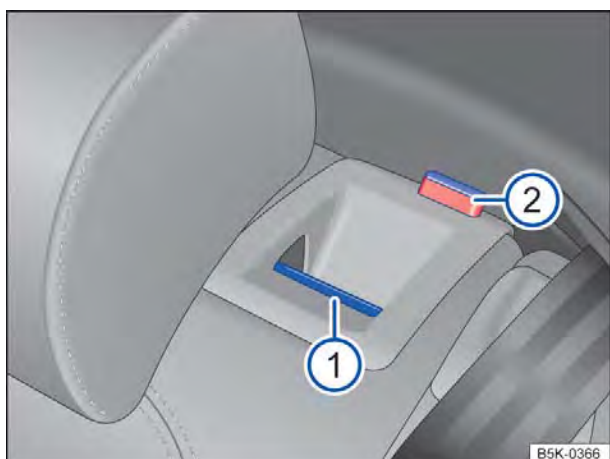

Fig. 55 No encosto do banco traseiro: botão de destravamento ①, marcação vermelha ②.
- Puxar o botão de destravamento ⇒ Fig. 55 ① para frente e, ao mesmo tempo, rebater o encosto do banco traseiro para frente.
- O encosto do banco traseiro estará destravado se uma marcação vermelha no botão ② estiver visível.
O encosto do banco traseiro estará destravado se uma marcação vermelha no botão ⇒ Fig. 55 ② estiver visível.